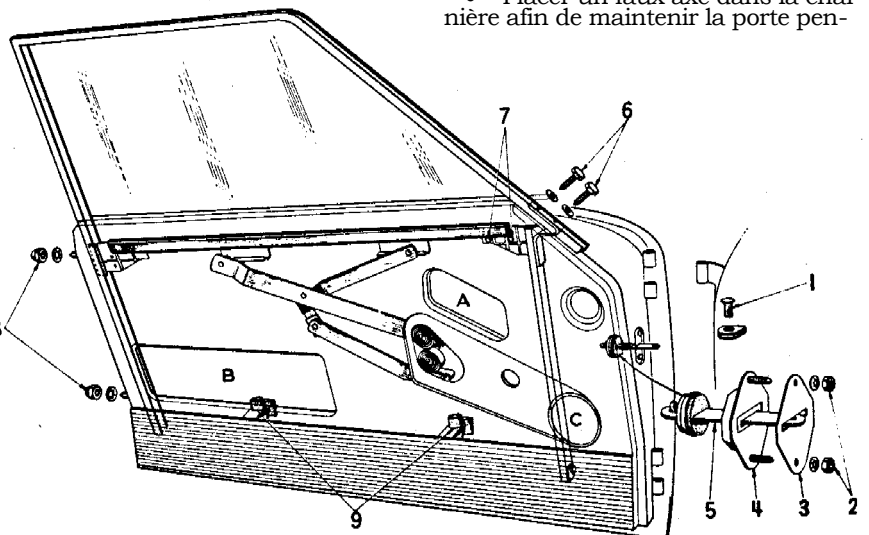

Fig. 26. — Dépose de la porte.
**DEPOSE ET REPOSE D'UNE PORTE (fig. 26).**
- A l'intérieur de la porte, par l'ouverture C (fig. 26), déconnecter les fiches d'alimentation du feu d'accoudeur de porte et de rappel de clignotants (3 fiches). Dégager le faisceau de la porte avec son passe-fil.
- Desserrer les deux branches de l'axe du tirant de porte. Avant de déposer l'axe, refermer légèrement la porte afin de dégager le tirant de son arrêt. Dégager l'axe puis le tirant par l'ouverture A (fig. 26).
- Déposer les deux vis fixant la commande à distance, dégager celle-ci par l'ouverture B (fig. 26).